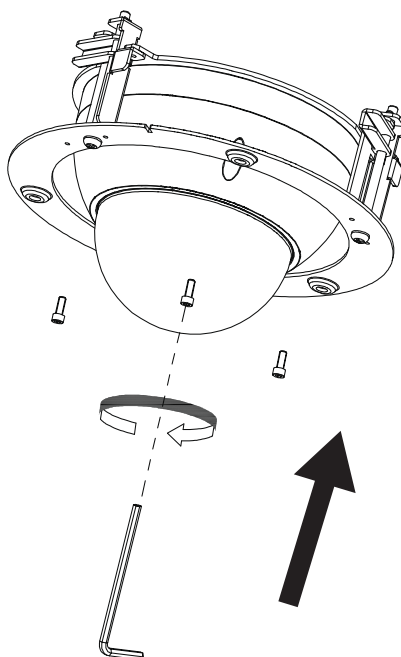

Рисунок 4.6 – Монтаж
5. С помощью ключа вкрутите винты и закрепите корпус на камере (Рисунок 4.6).